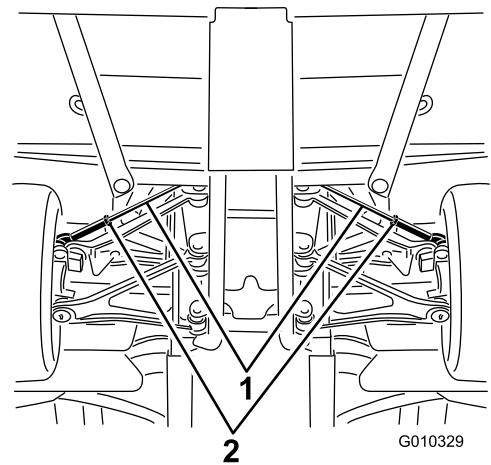

Figura 58
A. Afloje la contratuerca del centro del tirante (**Figura 58**).